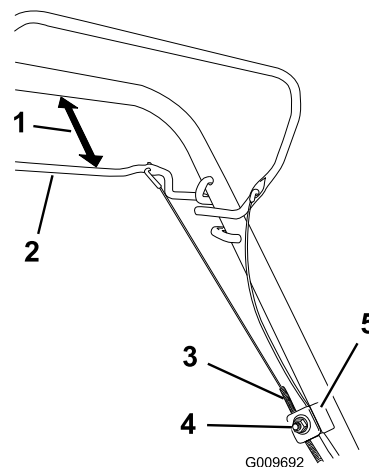

Figure 33
1. Desserrez l'écrou du support de guidage du câble (Figure 33).
2. Maintenez la barre de commande d'autopropulsion de 25 à 38 mm du guidon (Figure 33).
3. Tirez la gaine du câble vers le bas (vers la machine) pour éliminer le mou du câble (Figure 33).